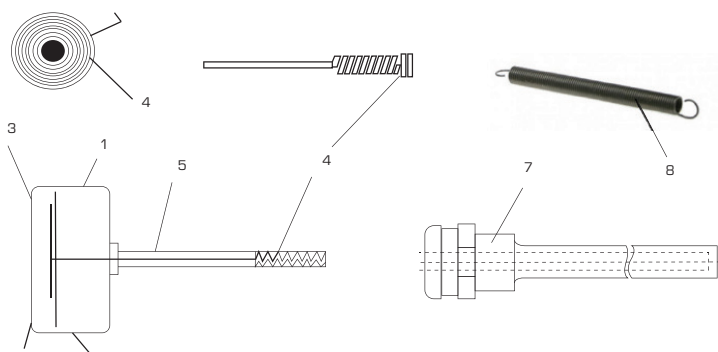

Рис.1.3. Устройство показывающего стрелочного термометра
Устройство стрелочного термометра показано на рис. 1.3. Он состоит из корпуса (1) со шкалой (2), закрытой стеклом (3), термочувствительной биметаллической пружины (4), штока (5) (для погружного термометра), стрелки (6). Погружной термометр комплектуется резьбовой защитной гильзой (7), а накладной – прижимной пружиной (8).
Погружной термометр вставляется в специальную резьбовую гильзу, которая вкручивается в бобышку, предусмотренную на трубопроводе или оборудовании в месте, удобном для наблюдения за показаниями термометра (рис. 1.3). При этом с целью исключения искажений в показаниях термометра рекомендуется его погружной шток смазать специальной пастой для обеспечения контакта между штоком и защитной гильзой.
Термометр закрепляется на трубопроводе с помощью входящей в его комплект специальной прижимной пружиной (рис. 1.3).